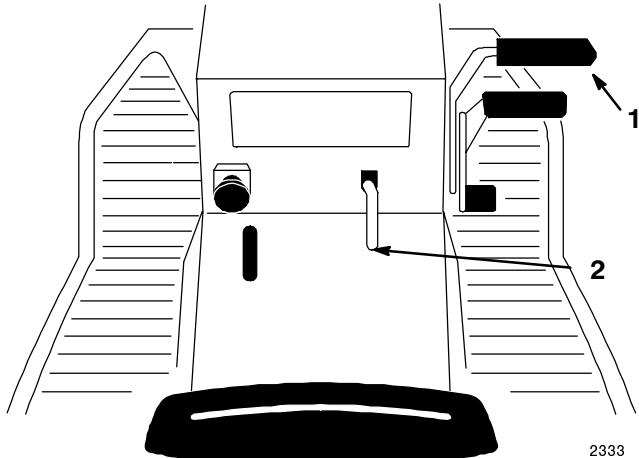

Bild 2
1. Drücken Sie das Bremspedal (Bild 2) herunter und halten es in der gedrückten Position.
2. Ziehen Sie den Feststellbremsshebel (Bild 2) hoch und nehmen den Fuß nach und nach vom Bremspedal. Das Bremspedal sollte in seiner heruntergedrückten (gesperrten) Position bleiben.
1. Drücken Sie das Bremspedal (Bild 2) herunter. Der Feststellbremsshebel sollte sich lösen.